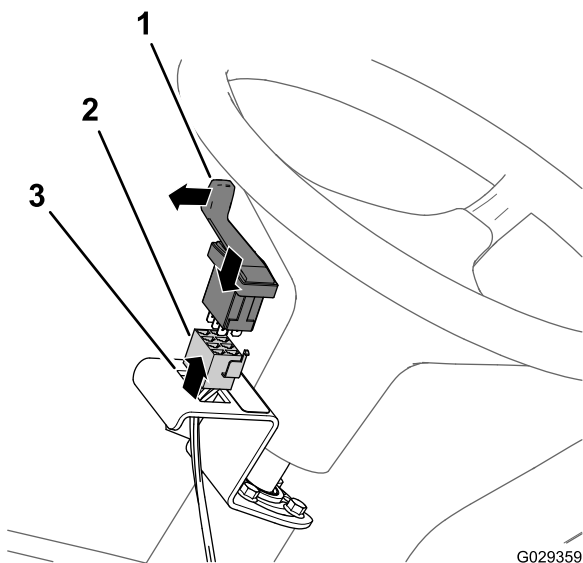

Figura 26
4. Montate l'interruttore nella staffa e premete l'interruttore fino a quando non scatta in posizione nell'apertura (Figura 26).